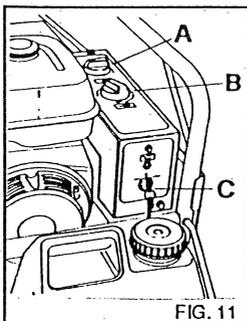

FIG. 11
#### TABLEAU DES COMMANDES (fig. 11)
3) Faire démarrer le moteur (fig. 11).
4) Pour le fonctionnement du nettoyeur avec l'eau chaude, tourner le sélecteur B (fig. 11).